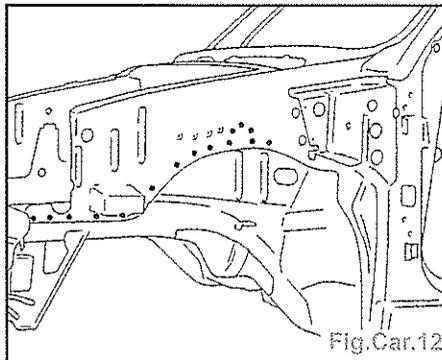

Fig.Car.12
- Souder par points électriques ( équipement BA3) (Fig.Car.12).